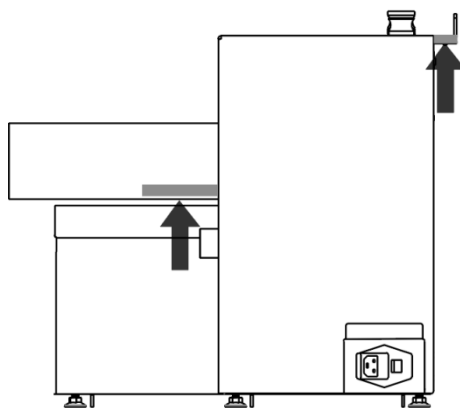

Figura 4 Pontos de Elevação da Ancoragem
**AVISO:** EQUIPAMENTO PESADO – SEMPRE tenha mais de uma pessoa para desembalar e mover este equipamento do palete de envio utilizando os pontos de elevação (Figura 4). Consulte a secção Especificações para o peso da ancoragem. O não cumprimento pode resultar em lesões pessoais.